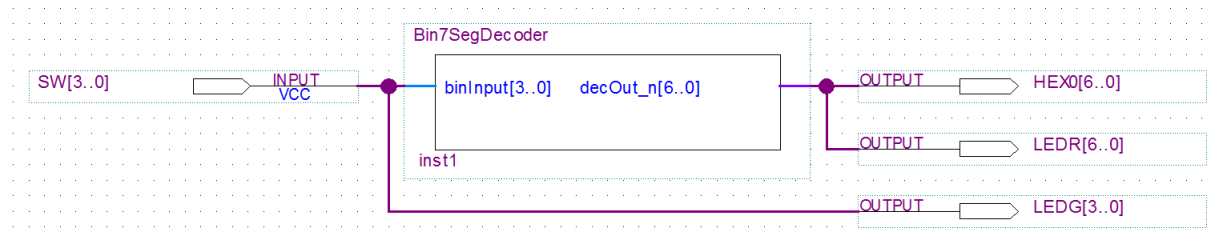

Figura 11 – Alteração do circuito da Figura 10 para visualização em LEDs das entradas e saídas do decodificador.
9. Altere o projecto para que as entradas e as saídas do decodificador binário→7 segmentos sejam também visualizadas em LEDs do *kit* (observe a sugestão da Figura 11: quer os portos de entrada, onde ligam os interruptores, quer as saídas do decodificador passam também a ligar a portos de saída associados aos LEDs).